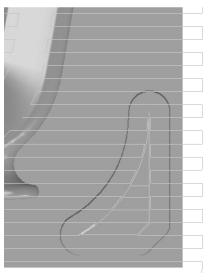
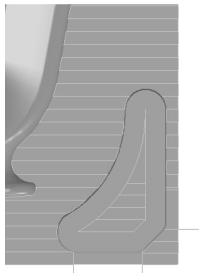

图 4-121 刀具在平坦面以外
图 4-122 刀具在平坦面以内
2) 允许刀具在平坦面以外：勾选该选项时，刀具可以在平坦面以外，如图 4-121 所示；不勾选该选项时，刀具被限制在平坦面以内，如图 4-122 所示。